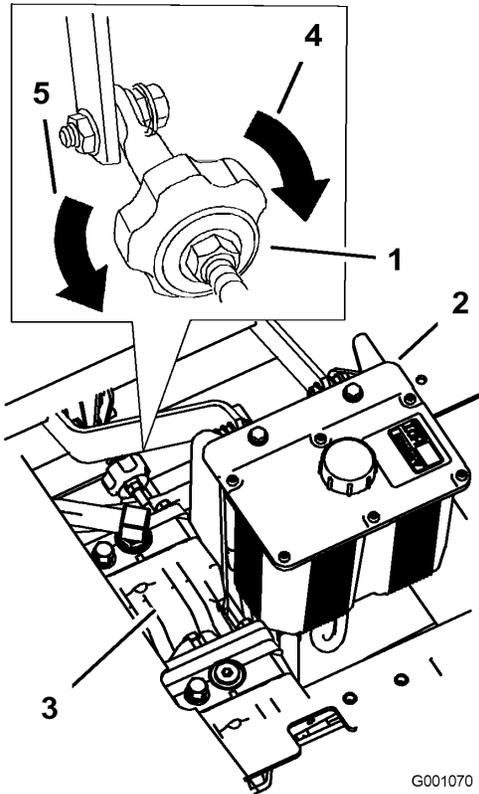

Figura 70
2. Ajuste la longitud de la varilla de la bomba girando el pomo, en el sentido apropiado, hasta que la rueda quede estacionaria o se mueva muy lentamente en marcha atrás (Figura 70).